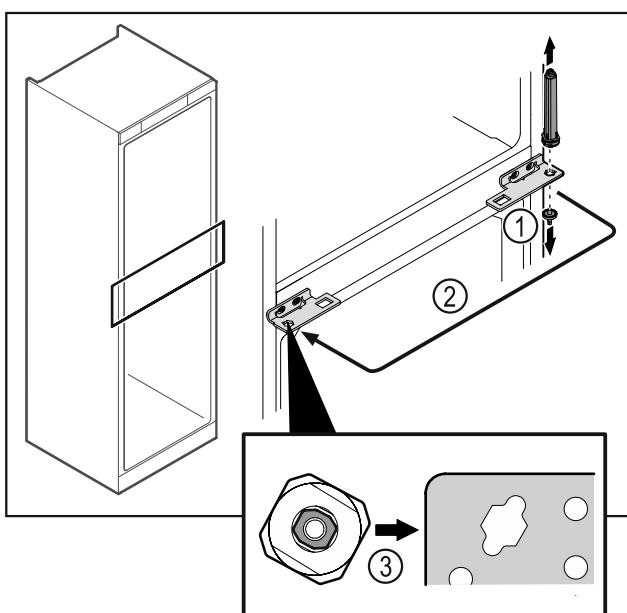

Fig. 48
- Ξεβιδώστε τον πείρο του μεντεσέ Fig. 48 (1).
- Μεταφέρετε το σύστημα κλεισίματος πόρτας Fig. 48 (2).
- Κατά την τοποθέτηση βεβαιωθείτε για τη σωστή ευθυγράμμιση του συστήματος κλεισίματος πόρτας Fig. 48 (3).